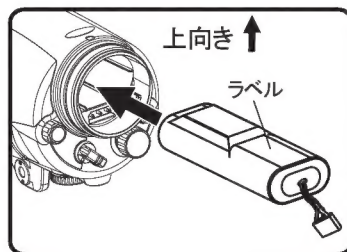

図2
2. ラベルが上向きになるようにしてバッテリーを本体に入れます。(図2)